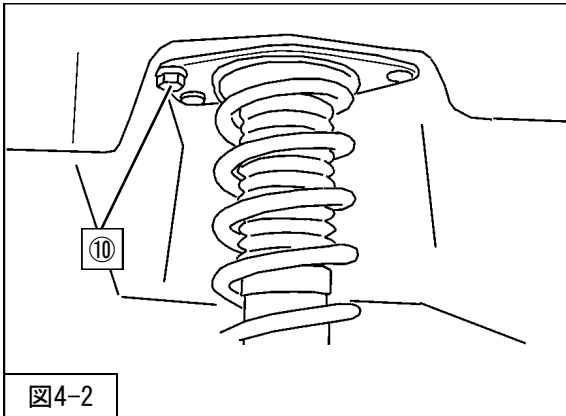

図4-2
3. ⑩リアサスペンションASSYアッパー取付ボルト（締付トルク：80N・m）を取付けてください。（図4-2）